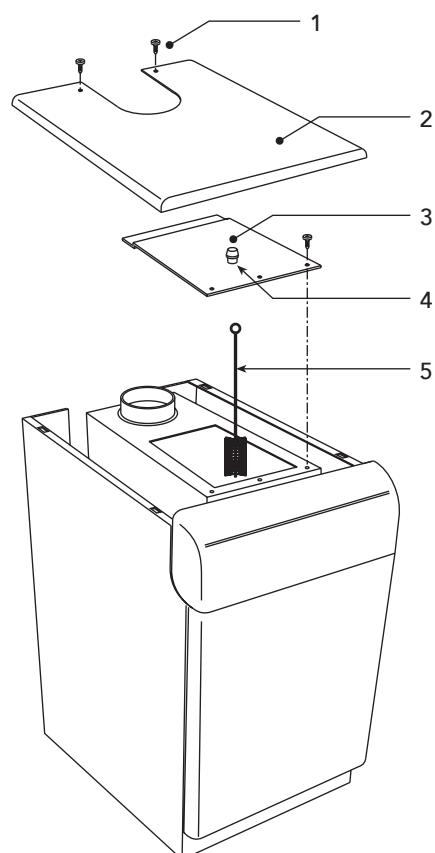

fig. 5
**Pour nettoyer la chaudière (fig. 5), procéder de la façon suivante:**
Un point de prélèvement des fumées a été prévu à l'intérieur de la chaudière dans la partie supérieure de l'antirefouleur (voir fig. 5).